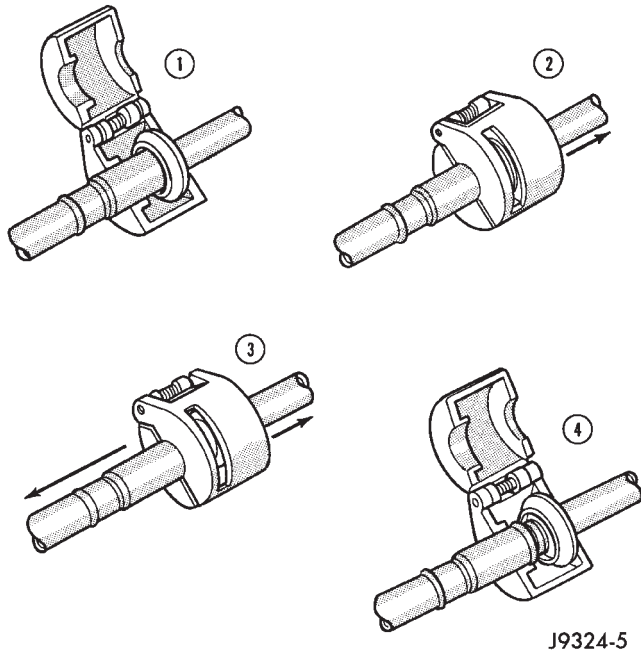

Fig. 14 Desconecte o Acoplador de Fechadura de Mola da Linha de Refrigeração
(3) Encaixe a ferramenta de desajustagem da linha de A/C de tamanho correto (Kit de Ferramenta Especial 7193) sobre a gaiola do acoplador de fechadura de mola (Fig. 14).